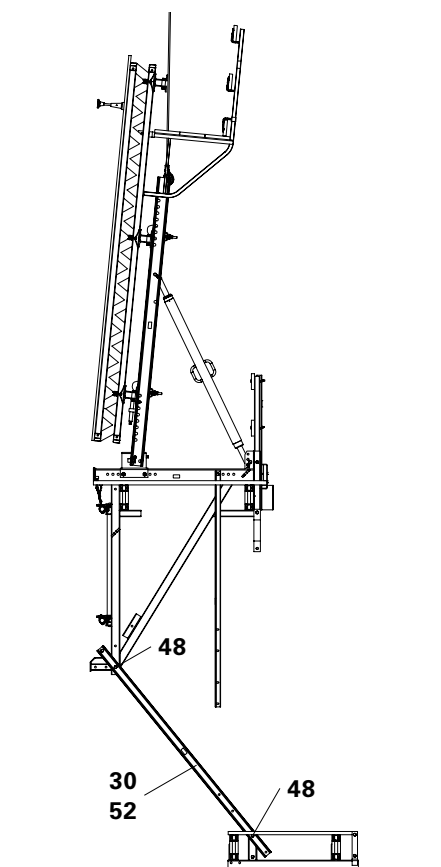

Fig. B1.25
4. Avvitare il montante anteriore CB 225 (30) alla prolunga 180 (52), se presente, quindi avvitare alla mensola e alla passerella inferiore, senza stringere, con viti ISO 4014 M16 x 130-8.8 (48). (Fig. B1.25)